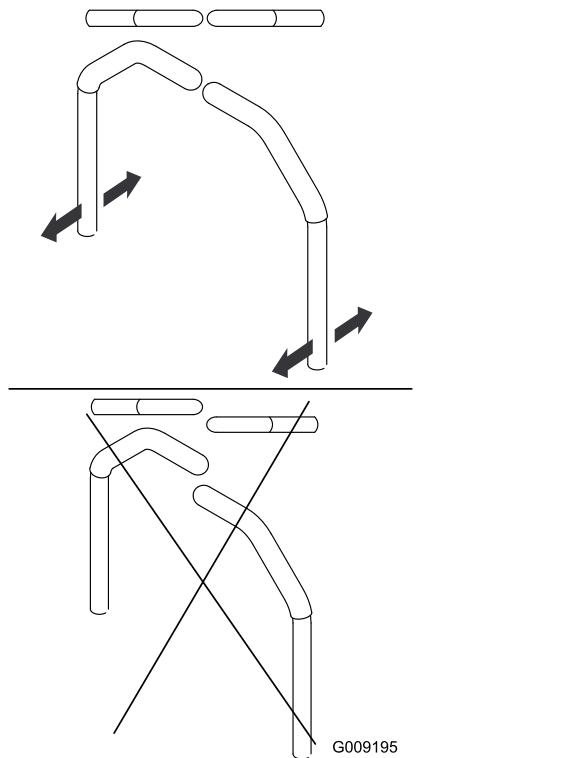

Figura 47
9. Alinee las palancas en sentido adelante/atrás acercándolas a la posición de PUNTO MUERTO, y muévalas hasta que estén alineadas; luego apriete los pernos (Figura 47).